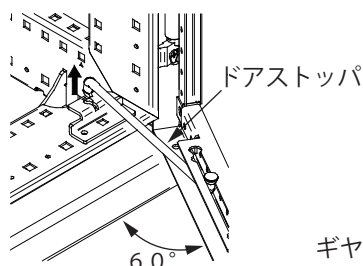

図 1 ドアストッパの外し方
(1) 扉の開角度を約 60°に保ち、ドアストッパをフレームから外します。(図 1)